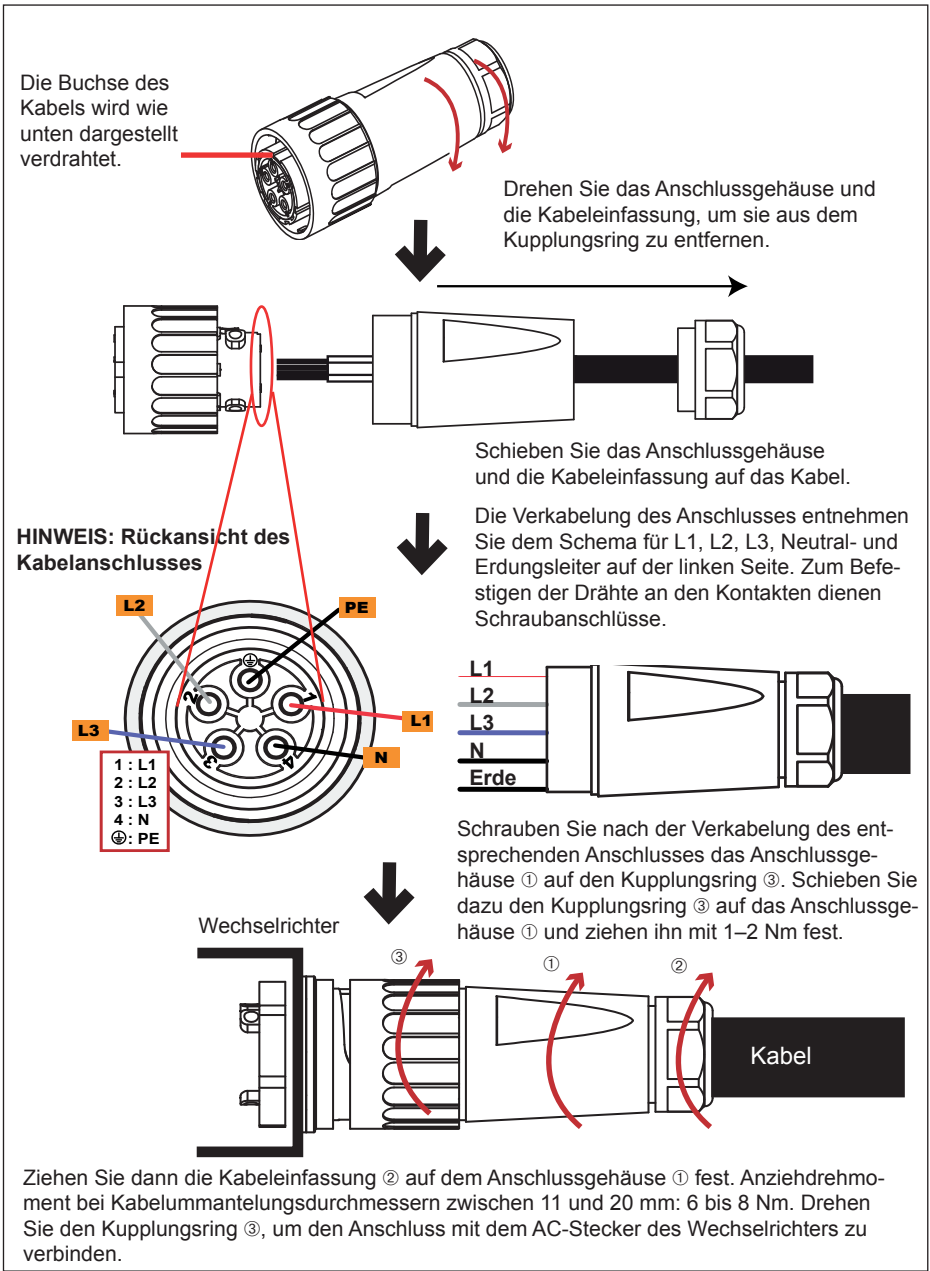

Abb. 6.5.: AC-Anschluss 6.0 TL bis 20 TL
AC-Bajonettanschlüsse sind für Kabelummantelungsdurchmesser zwischen 11 und 20 mm zulässig. Zum Installieren eines AC-Kabels isolieren Sie zunächst wie unten dargestellt die spannungsfreie Leitung und die Kabelenden ab. Folgen Sie dann den Schritten in Abbildung 6.5, um den Anschluss zwischen Kabel und Bajonett herzustellen.
Der in Abbildung 6.5 gezeigte Amphenol C-Anschluss kann mit dem AC-Stecker eines Wechselrichters vom Typ 6.0 TL bis 20 TL verbunden werden. Wenn Sie den Anschluss geöffnet haben, achten Sie auf die richtige Polarität, um eine ordnungsgemäße AC-Verkabelung herzustellen (dieses Produkt ermöglicht eine positive wie eine negative Phasenfolge). Daher kann die Reihenfolge von L1 bis L3 angepasst werden. N- und Erdungsanschlüsse müssen hergestellt werden.
- ▶ Beachten Sie die Polanordnung des AC-Bajonettanschlusses. Eine falsche Anordnung kann zur Zerstörung des Geräts führen. Das Poldiagramm in Abbildung 6.5 zeigt die Verbindungen im AC-Anschluss.